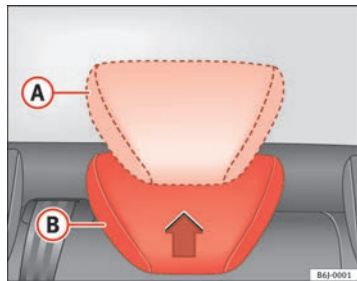

Fig. 5 Regolazione dei poggiatesta posteriori
- Posizione sollevata o di utilizzo (A) ⇒ fig. 5. In questa posizione il poggiatesta agisce come un poggiatesta convenzionale, assumendo, assieme alla cintura di sicurezza, una funzione di protezione per il passeggero del sedile posteriore.
- Posizione di riposo, non in uso (B) ⇒ fig. 5. Questa posizione permette una buona visibilità posteriore al conducente.